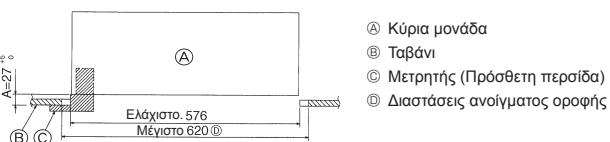

Fig. 2-6
3. Οι εγκόπες προσαρμογής του ελάσματος στήριξης είναι κατασκευασμένες έτσι ώστε η κύρια μονάδα να μπορεί να ευθυγραμμίζεται (ή να εφαρμόζει) με το άνοιγμα υποδοχής της στο ταβάνι. (Fig. 2-6)